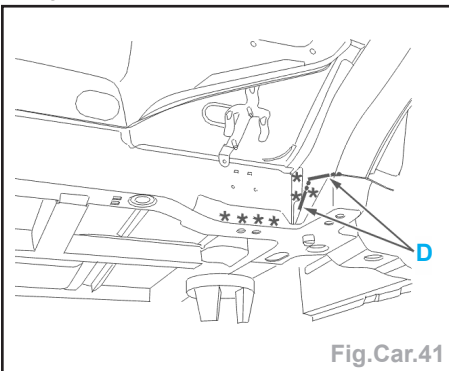

Fig.Car.41
- Découper par fraisage des points (Fig.Car.41).